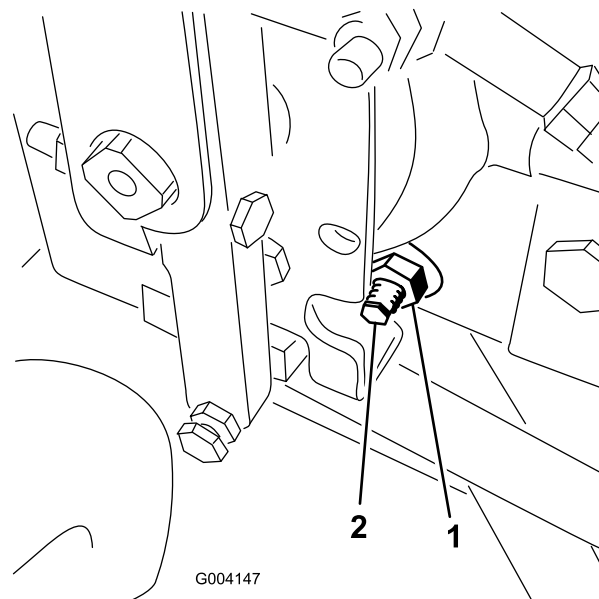

Figure 68
4. Sous le côté droit de l'hydrostat, desserrez le contre-écrou sur la came de réglage de transmission (Figure 68).